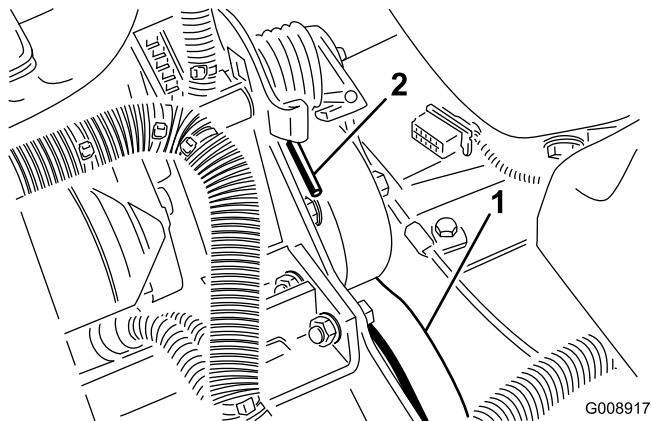

図 54
2. スプリングの端を前側に押し下げてブラケットから外し、スプリングのテンションをなくす（図 54）。